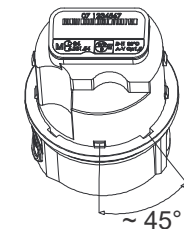

Abb. 5
- 2.9. Gewindering mit den vier Längsrillen um 45° zu den Nocken des Zählwerkes verdrehen (Abb. 5).